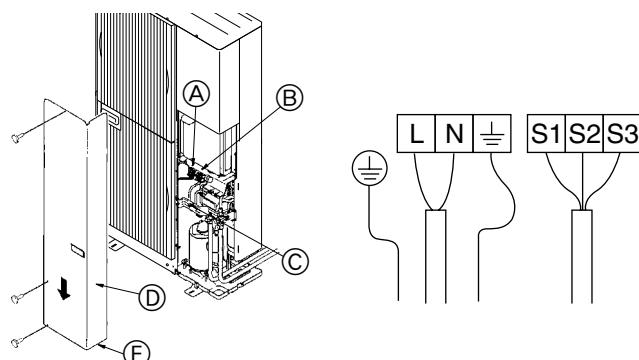

Fig. 7-1
7.1. Εξωτερική μονάδα (Fig. 7-1)
① Αφαιρέστε το πλαίσιο συντήρησης.
② Συνδέστε τα καλώδια σύμφωνα με την εικόνα Fig. 7-1.